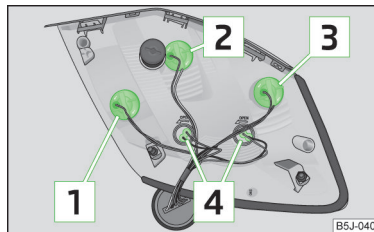

Abb. 163
Glühlampen-anordnung » Abb. 163.
- Zum Wechseln der Glühlampe die Lampenfassung bis zum Anschlag **entgegen dem Uhrzeigersinn** drehen und aus dem Gehäuse herausnehmen » Abb. 163.